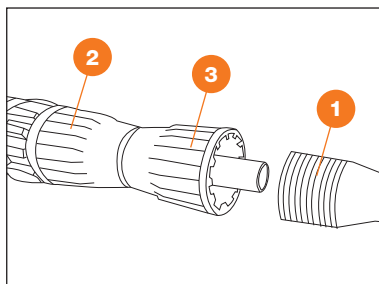

Рис. 3
1. Соедините шланг 1 и рукоятку управления 2 с помощью контргайки 3 (Рис. 3).